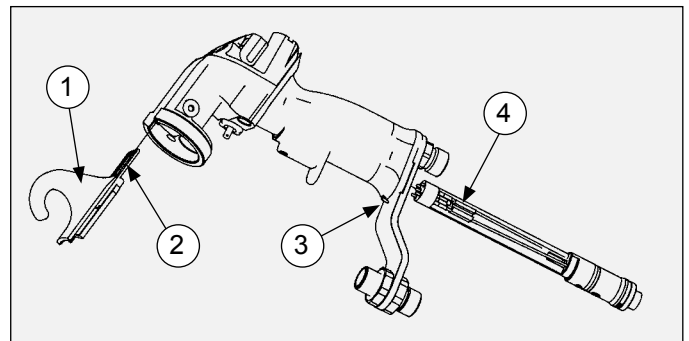

Figura 33: Desmontaje del gancho y conjunto del enchufe
11. Coloque las seis (6) arandelas de muelle sobre el vástago, la primera, tercera y quinta con el lado cóncavo (ahuecado) hacia adelante. La segunda, cuarta y sexta deben tener el lado ahuecado hacia atrás (vea la Figura 33).
► Las seis (6) arandelas de muelle **DEBEN** volver a colocarse en alternadamente como se muestra en la Figura 33 o bien el aplicador tendrá un funcionamiento defectuoso.